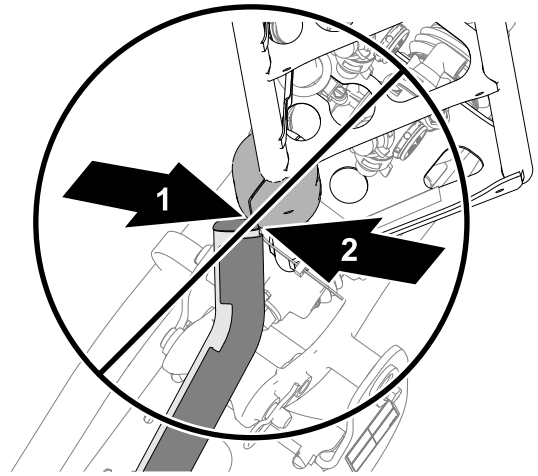
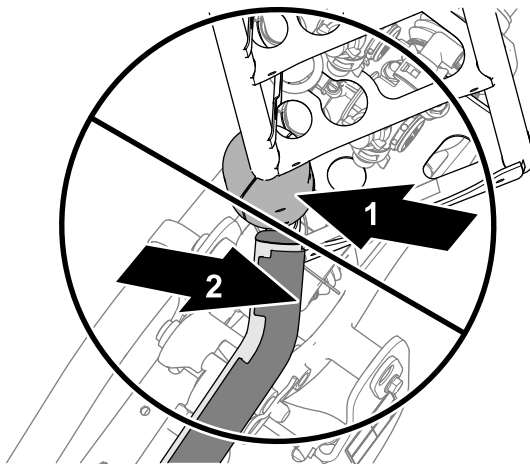
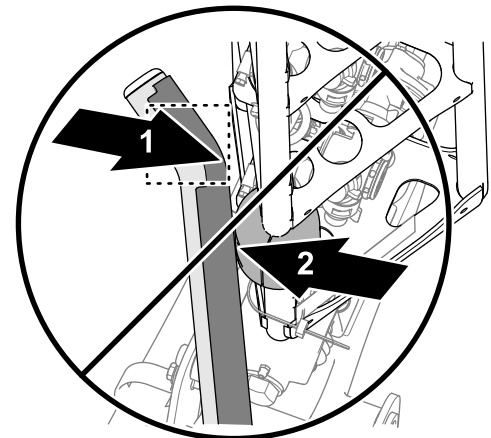

Bild 7
Bild 6
Bild 8
5. Wenn eines der oberen Gabelrohre nicht richtig mit dem Schiebepblock ausgerichtet ist, wie in Bild 6, Bild 7 oder Bild 8 dargestellt, stellen Sie die Position der Gabel ein, siehe Ausrichten der Gabeln an den äußeren Auslegern \(Seite 86\).